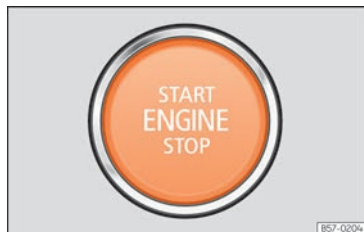

Fig. 161 Na parte inferior da consola central: botão de arranque.
• Pressione o botão de ignição e arranque **» » Fig. 161** até a luz de controlo **READY** acender no painel de instrumentos. Não acelere. Solte o botão de ignição e arranque quando a luz de controlo **READY** acender no painel de instrumentos. A marca que aparece no indicador de potência muda de **OFF** para **0**.
- Pressione o botão de arranque » **Fig. 161** sem carregar no acelerador. Para que o motor arranque deve existir uma chave válida no veículo. Depois de arrancar o motor a iluminação do botão **(START ENGINE STOP)** mantém-se fixa a indicar que o motor está arrancado.
- Pressione brevemente o botão de arranque » » » Fig. 161.